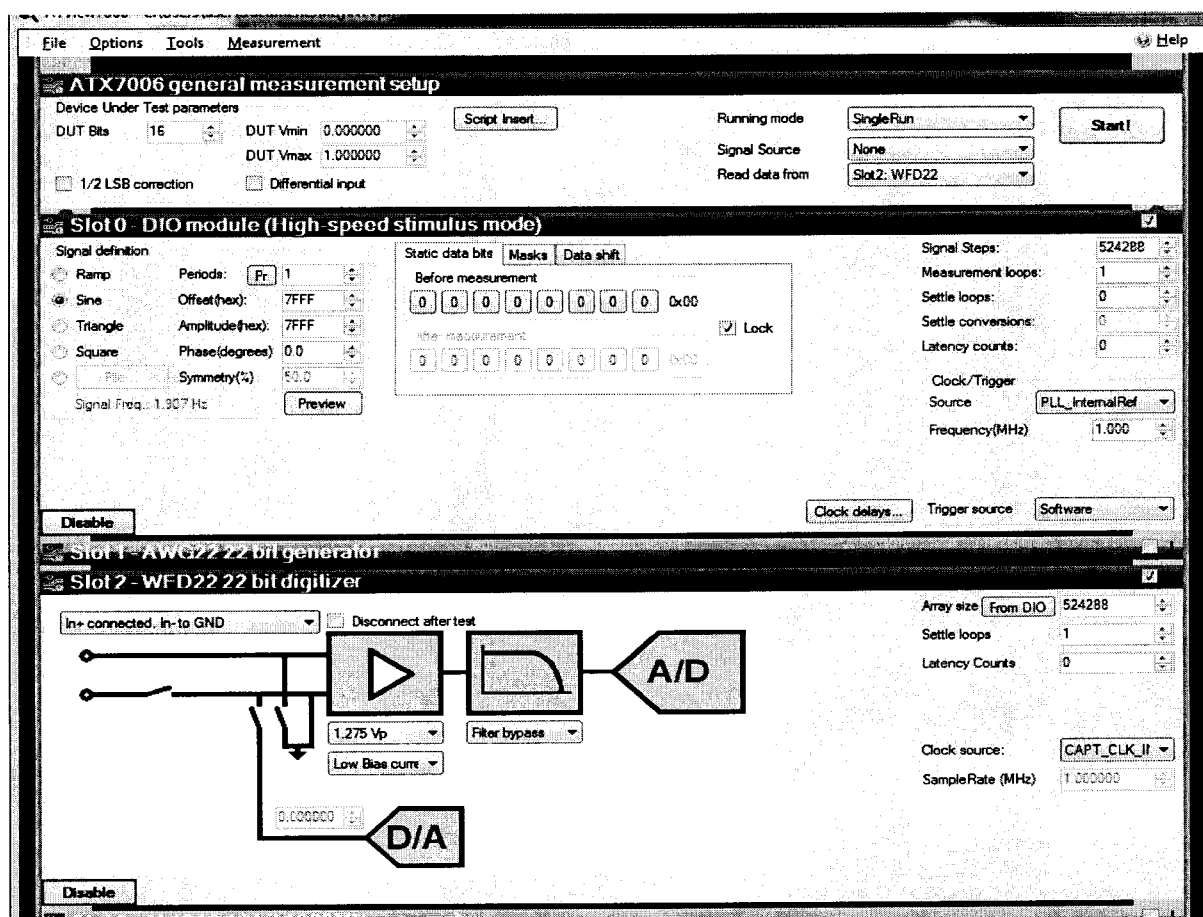

Рисунок 4
7.4.5.1.2 Запустить программу управления дигитайзером WFD22, для этого запустить программу ATView7006, в открывшемся окне активировать «Slot 0 – DIO module» и «Slot 2 – WFD 22 22 digitizer» (рисунок 4).
7.4.5.2.2 Запустить программу управления дигитайзером WFD 22, для этого запустить программу ATView7006, в открывшемся окне активировать «Slot 0 – DIO module» и «Slot 2 – WFD 22 22 digitizer» (рисунок 4).
7.4.5.3.2 Запустить программу управления дигитайзером WFD 22, для этого запустить программу ATView7006, в открывшемся окне активировать «Slot 0 – DIO module» и «Slot 2 – WFD 22 22 digitizer» (рисунок 4).